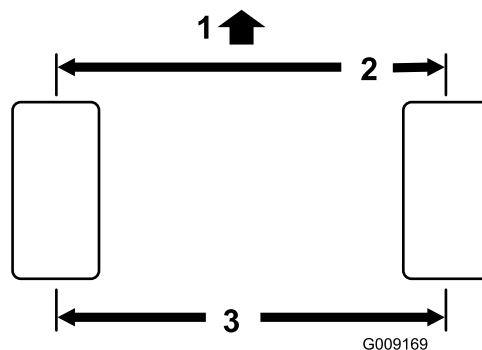

Figura 88
1. Misurate l'interasse (all'altezza dell'assale) sulla parte anteriore e posteriore dei pneumatici di sterzo (Figura 88).